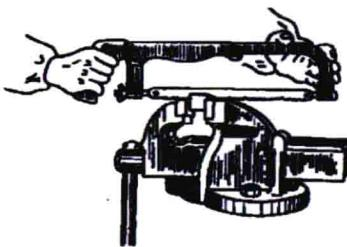

图1-15 锯弓的握法
3) 锯割。锯割时，人体重量均匀在两腿上，手握锯弓要舒展自然，右手握住手柄向前施加压力，左手轻扶在弓架前端，稍加压力协助右手扶正锯弓，如图1-15所示。锯割时速度不宜过快，以每分钟30~60次为宜，并应用锯条全长的2/3工作，以免锯条中间部分迅速磨钝。推锯时锯弓运动方式有两种：一种是直线运动，适用于锯缝底